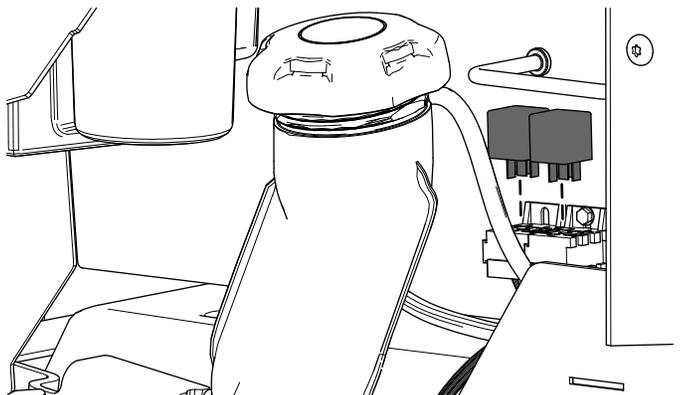

Bild 17
5. Installieren Sie die beiden Relais (Bild 17).